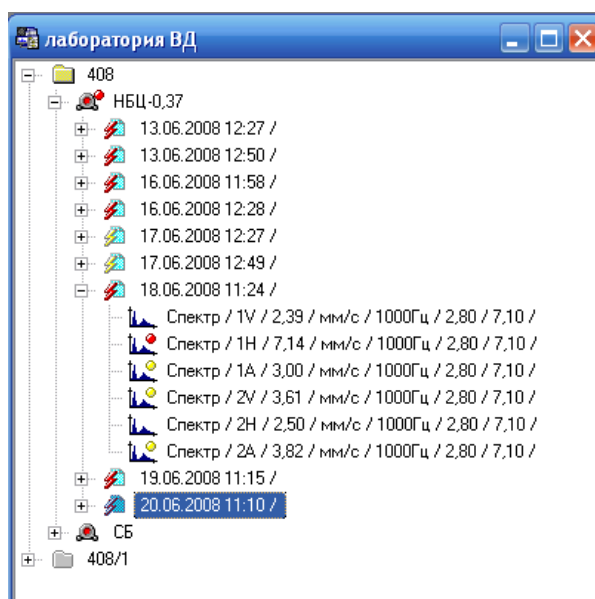
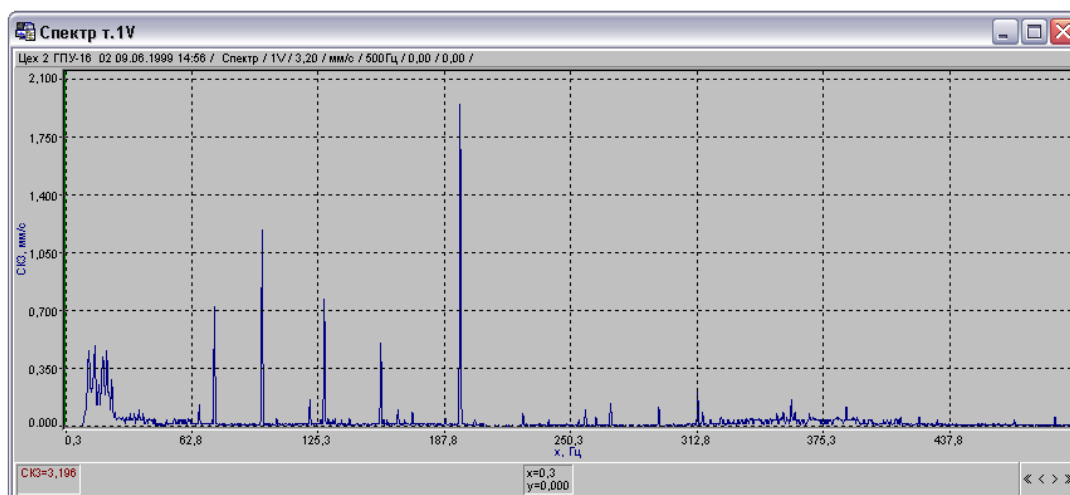

Рисунок 6.1 Дерево открытой базы данных
Рисунок 6.2 График измеренной функции
Окрашенный значок какого-либо объекта открытой БД (рис. 6.1), свидетельствует о том, что для него проводились обследования и их результаты сохранены на диске.
6.1 Для просмотра виброизмерений с помощью управляющих клавиш «↓», «↑», «←», «→» и клавиши «*Enter*» или мышью раскрыть структуру БД до нужной инспекции, раскрыть инспекцию, выбрать нужное виброобследование (см. рис. 6.1) и нажать «*Enter*». В результате проделанных операций появится окно измеренной функции (рис. 6.2).